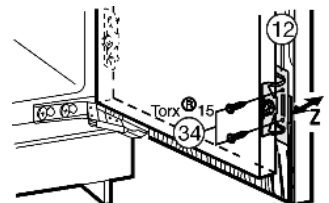

Fig. 25
- ▶ Przykręcić drzwi urządzenia śrubami Fig. 25 (34) przez kątowniki mocujące Fig. 25 (12) do drzwi meblowych.